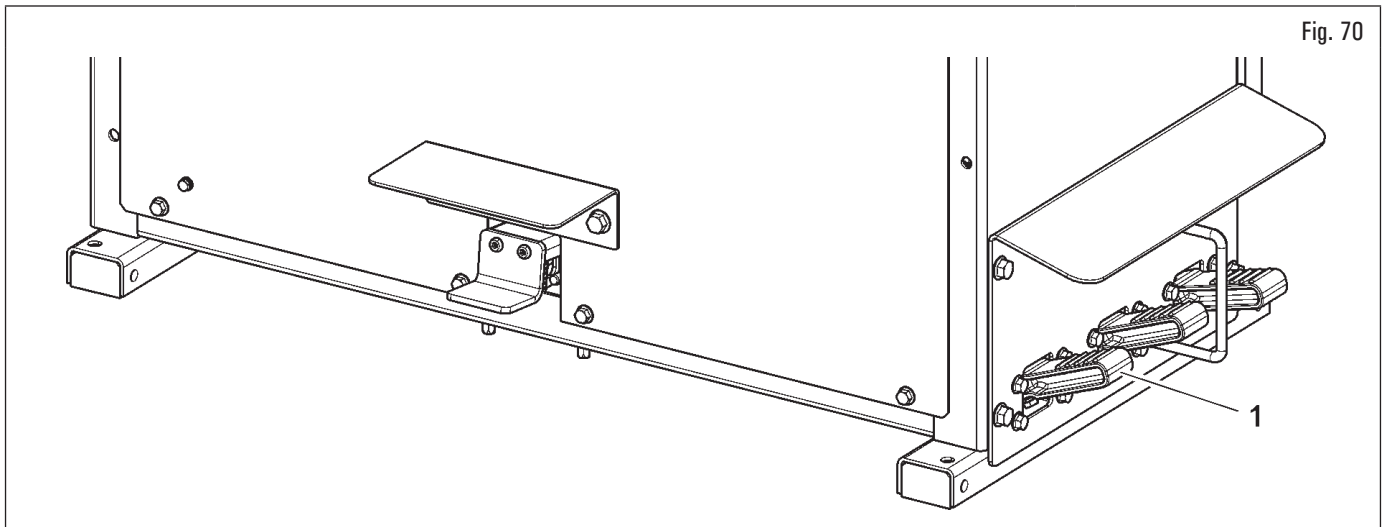

Fig. 70
4. posizionare il braccio operante in posizione di lavoro agendo sul pedale (Fig. 70 rif. 1);